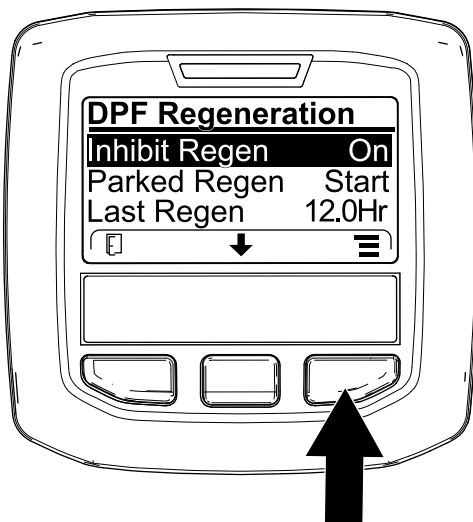
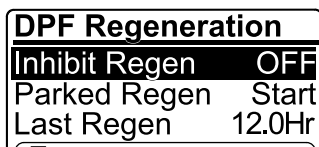

Figura 39
Figura 40
1. Aceda ao menu Regeneração do DPF, prima o botão central para ir até à opção INIBIR REGENERAÇÃO e prima o botão direito para selecionar a entrada Inibir regeneração (Figura 39).
2. Prima o botão direito para alterar a definição da Inibição da regeneração de Ligar para Desligar (Figura 39) ou de Desligar para Ligar (Figura 40).